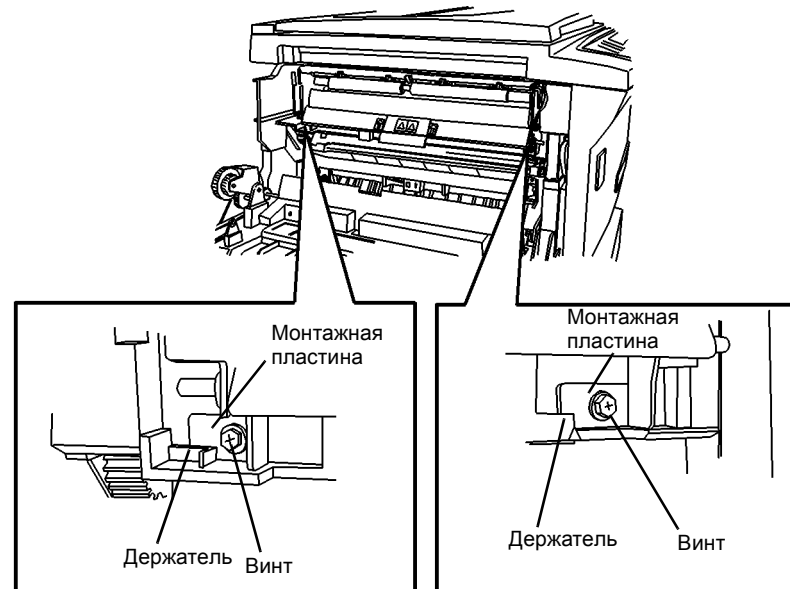

Рисунок 3 Закрепление модуля фьюзера
2. Закрепите модуль фьюзера (Рисунок 3).
- б. Заверните винты (2).